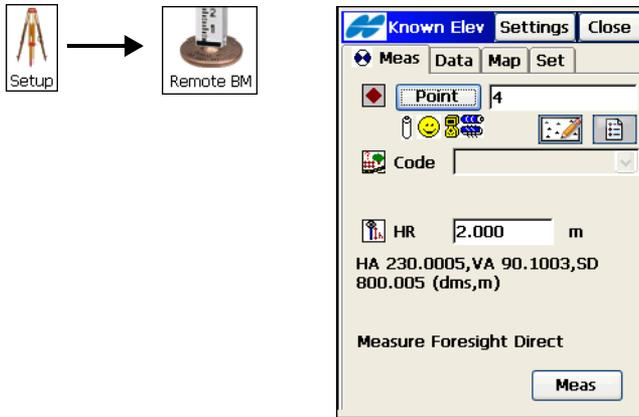

Abbildung 8-43. Unbekannte Höhe
3. Wählen Sie im Fenster **Bek. Höhe** (Abbildung 8-43 auf Seite 8-43) die bekannten Punkte auf der Karte oder in der Liste.